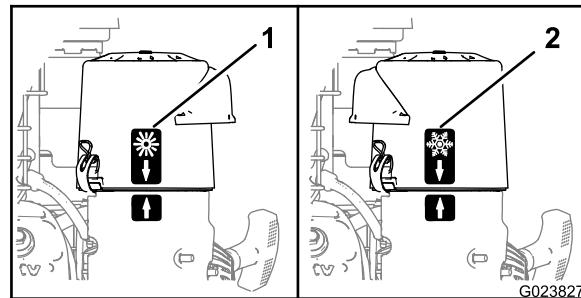

Figure 26
- À **basses températures ambiantes** (air froid et humidité), le flocon de neige situé sur le couvercle du filtre à air doit être à l'extérieur (Figure 26).
- À des **températures ambiantes normales**, le soleil situé sur le couvercle du filtre à air doit être à l'extérieur (Figure 26).